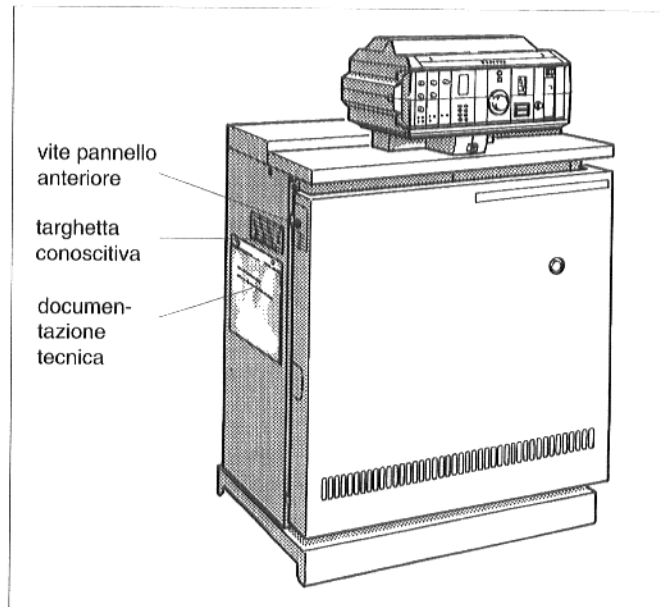

Fig. 13: G224 LP, a montaggio terminato
- Stringere le viti di sicurezza nel pannello anteriore (Fig. 13).
- Montare la targhetta conoscitiva e la borsa trasparente con la documentazione tecnica (Fig. 13) sul lato meglio accessibile.